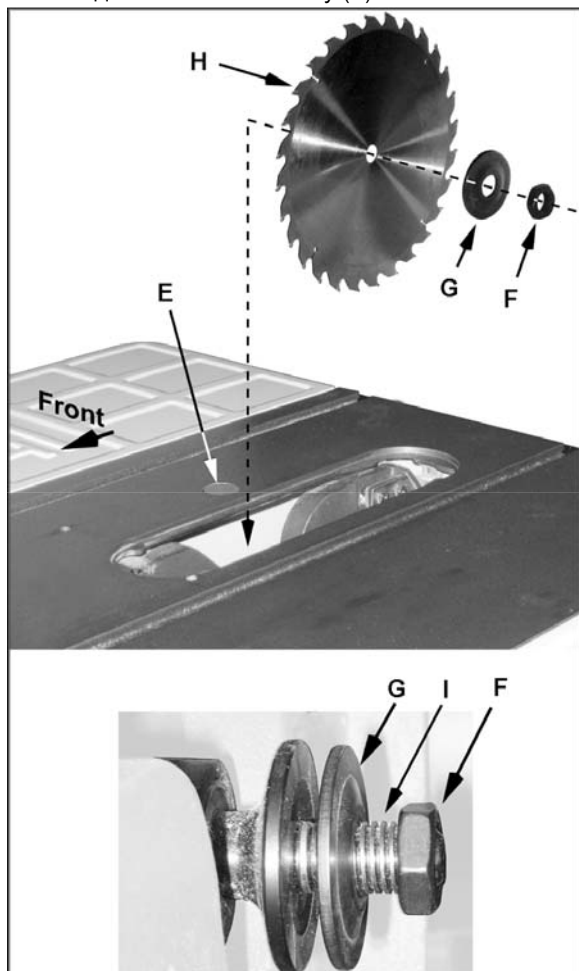

Рис. 16
1. Используя штурвал подъема пильного диска, поднимите пильный диск в верхнее положение и смотрите чтобы диск был строго под углом 90 градусов над столом. Показано на рис. 16: